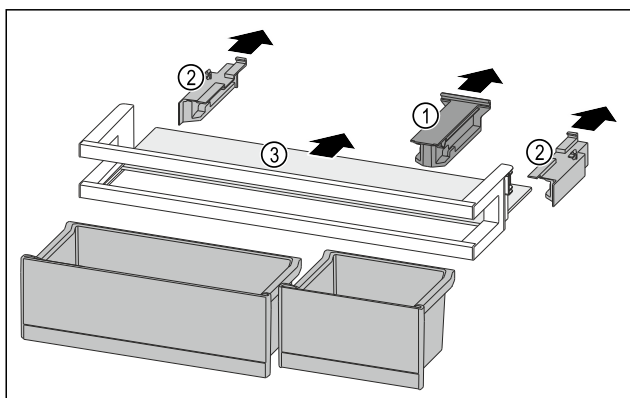

Fig. 236
- Витягніть кріпильний елемент Fig. 236 (1).
- Витягніть бічні елементи Fig. 236 (2).
- Дістаньте полицю Fig. 236 (3).